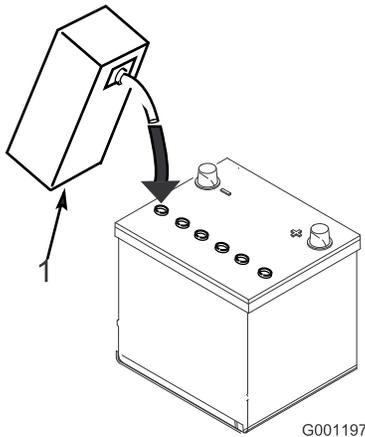

図 10
3. 各セルに慎重に電解液を満たす。電極板が6mm程度水没するぐらいが適当(図10)。
4. 電極板が液を吸収するまで20~30分程度待つ。必要に応じて、電極板が6mm程度水没するぐらいに電解液を補充する(図10)。